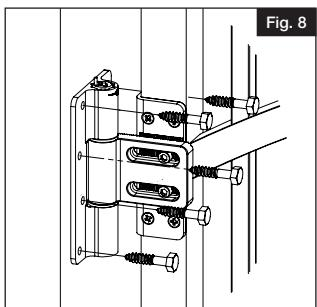

Fig. 8
- f.) Volver a colocar el portón y fijar las bisagras con los tornillos adecuados (no suministrados) (Fig. 8).